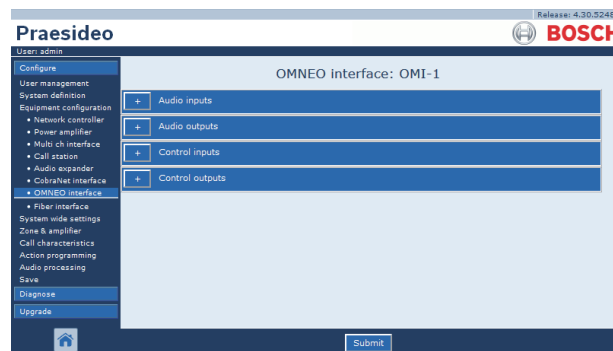

figura 44.45: Configurazione dell'interfaccia OMNEO, passaggio 2
- 2 Fare clic sul nome dell'interfaccia OMNEO da configurare. Nella cornice principale dell'interfaccia web, appare una schermata simile a quella in figura 44.45.